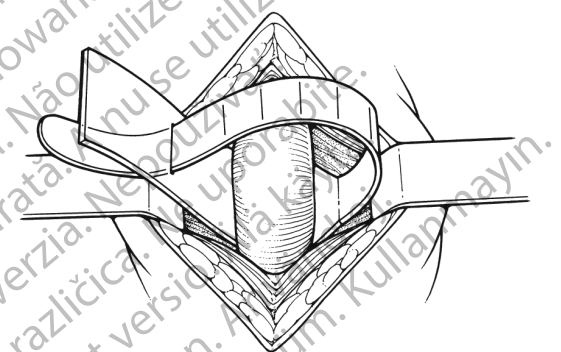

Figura 4-7. Mida la circunferencia uretral
3. Coloque el medidor del manguito (o drenaje Penrose) en torno a la uretra, donde vaya a implantarse el manguito. Debe ajustarse bien sin constreñir la uretra. (Figura 4-7)